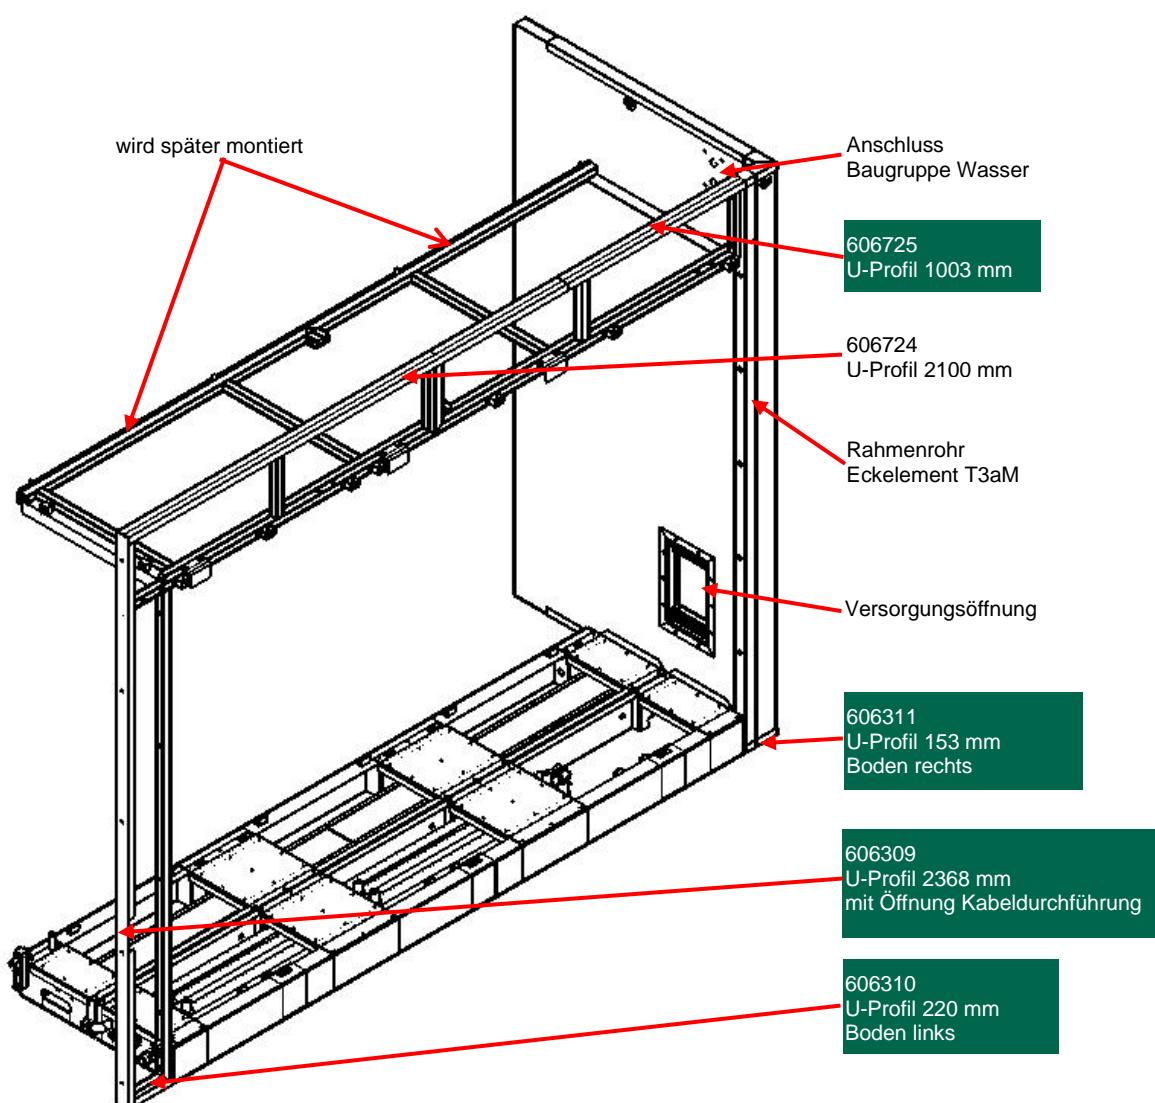

Abb. 3: U-Profile im Bereich Blendrahmen - Versorgungssockel
Das Rahmenrohr ist am Eckelement T3aM des CRM fest montiert (siehe Abb. 3:)
- er in einer Flucht zum U-Profil 220 mm Boden links (siehe Abb. 3:) liegt.